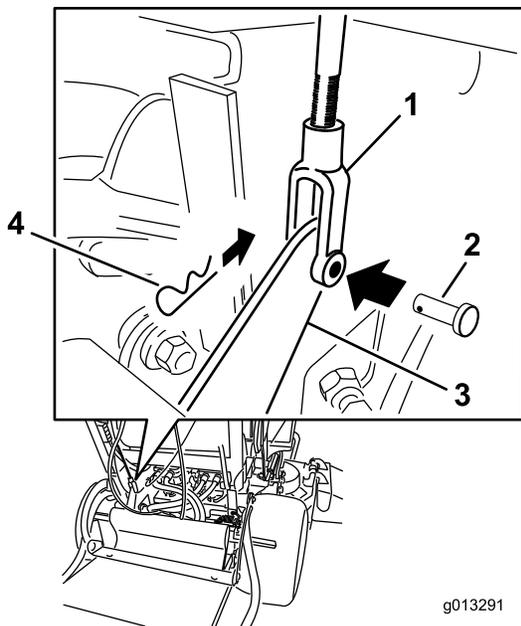

Рисунок 60
4. Чтобы отрегулировать тормоз, снимите игольчатый шплинт и извлеките шплинтуемый штифт из нижнего рычага тормоза и вилки (Рисунок 60).
7. Прикрепите вилку к нижнему рычагу тормоза с помощью шплинтуемого штифта и игольчатого шплинта (Рисунок 60).